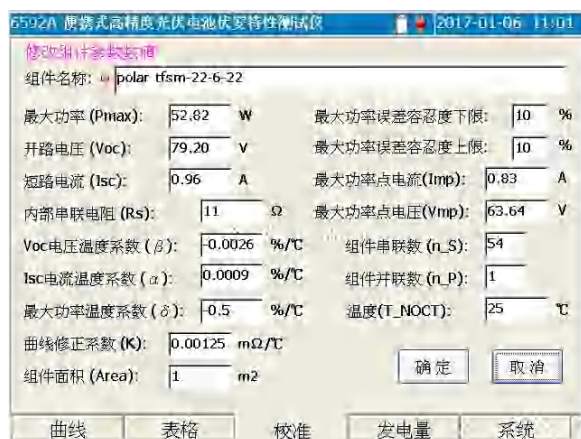

图 5-18 组件参数修改窗口
- **【修改】**：如果当前光标条选中的是用户自定义数据库 ModulesSelfPara.csv 中的组件型号，则点击此按钮后，将弹出参数修改窗口，如图 5-18 所示。在这个窗口中的修改操作同上述添加窗口中参数的输入操作。